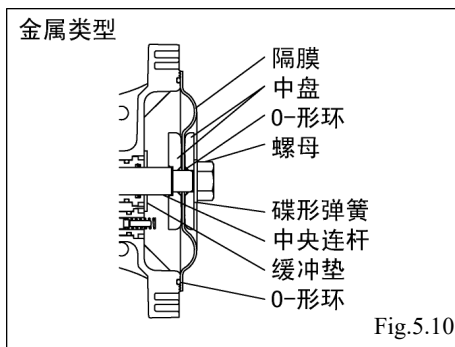
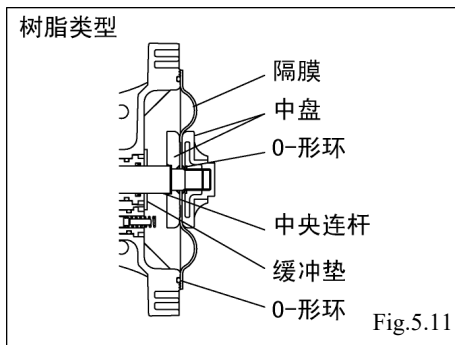

Fig.5.10
Fig.5.11
- 在壳体两侧的沟槽中安装O-形环。〈Fig.5.10〉〈Fig.5.11〉